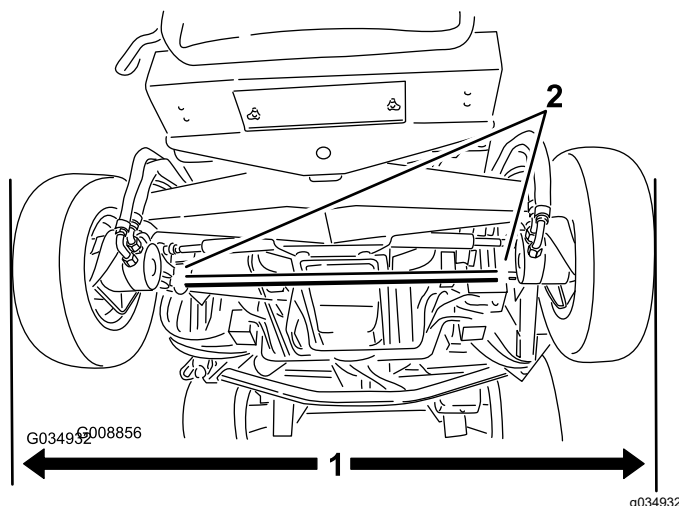

Figure 117
1. Placez les roues en position ligne droite, puis mesurez la distance extérieure (à hauteur d'essieu) à l'avant et à l'arrière des roues directrices (Figure 117).
2. Pour régler le pincement, desserrez les fixations aux deux extrémités des biellettes (Figure 117).